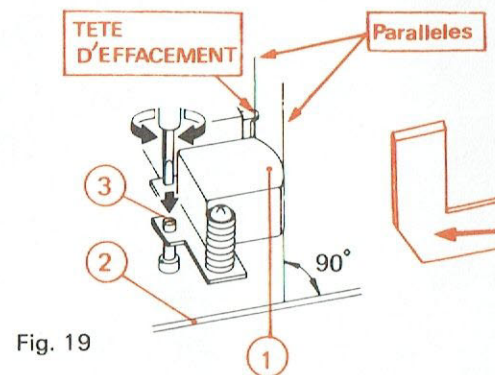

Fig. 19
L. RÉGLAGE DU PARALLÉLISME DE LA TÊTE ENREGISTREMENT-LECTURE (Fig. 19)
- 2° - Appliquer une équerre non métallique sur la plaque mobile (2) déplacer cette équerre jusqu'à ce qu'elle entre en contact avec la tête (1) puis régler la vis (3) afin d'obtenir la coïncidence des génératrices sur toute la hauteur de la tête (1).
- 3° - Bloquer la vis (3) à l'aide d'une goutte de vernis.